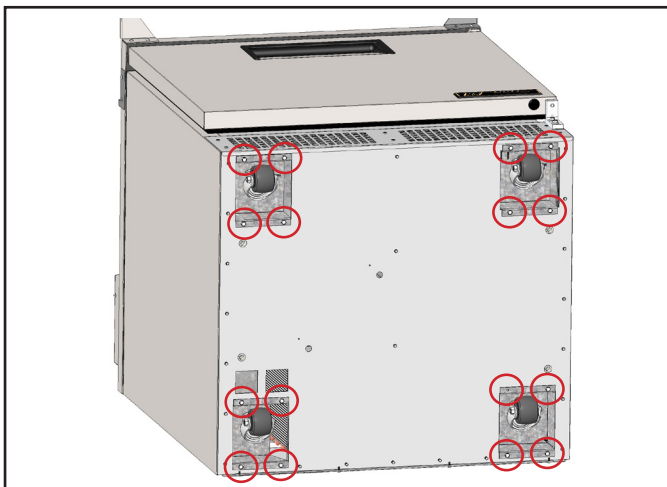

Fig. 9. Localisez le boîtier de roulette. Desserrez les quatre vis qui fixent le boîtier.
2. Retirez le boîtier de roulette. Voir Fig. 9.